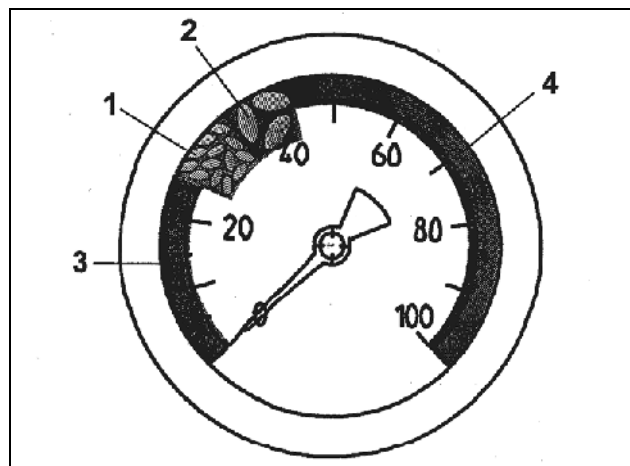

Fig. 107
- 25 e 35 mbar (Fig. 107/1), oppure
- tra 35 e 45 (Fig. 107/2) mbar.